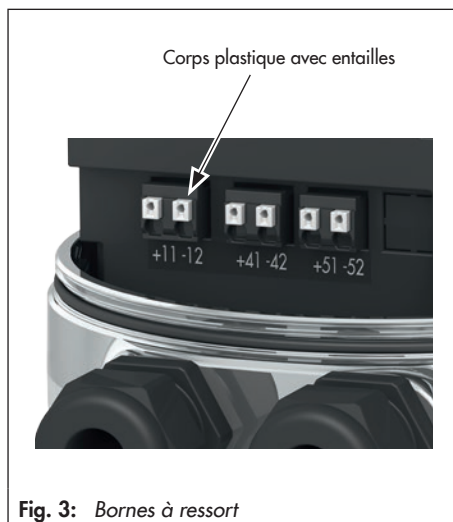

Fig. 3: Bornes à ressort
- Pour déverrouiller les bornes à ressort, placer la lame d'un tournevis sur le corps plastique (Fig. 3) et le presser **légèrement** dans le bornier de connexion.